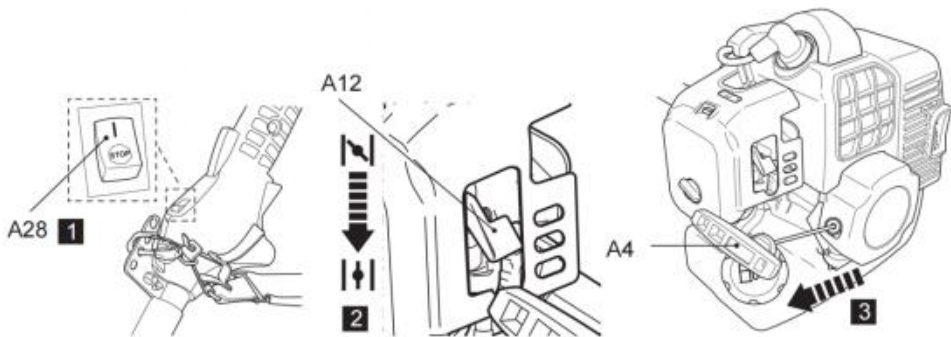

Fig. 40
5. Pociągnij lekko uchwyt rozrusznika linkowego (A4) aż poczujesz opór, a następnie pociągnij go szybko. Czynność powtarzaj aż do uruchomienia silnika (Rys. 40).